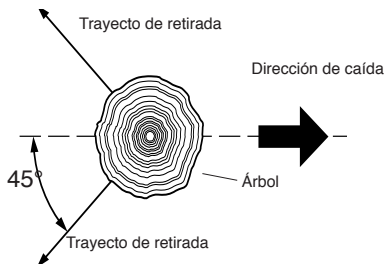

Figura 11 - Trayecto de retirada de un árbol
3. Planee y despeje un trayecto de retirada para el momento de la caída. Este debe ser en sentido contrario al de la caída del árbol y a un ángulo de 45° (vea la Figura 11).
La preparación correcta de una muesca determinará la dirección en que caerá el árbol. Corte la muesca del lado del árbol correspondiente a la dirección en la cual desea que éste caiga (vea la Figura 11). Siga las instrucciones a continuación para cortar la muesca.
**⚠ ADVERTENCIA: No atraviese el árbol completamente. Deje alrededor de cinco centímetros de diámetro sin cortar, directamente detrás de la muesca (vea la Figura 11). Esta porción sin cortar funciona a manera de bisagra. La bisagra ayuda a evitar que el árbol se tuerza y caiga en la dirección equivocada.**